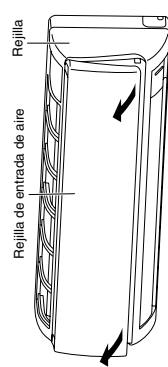

Fig. 3-11
- (1) Sujete ambos extremos de la rejilla de entrada de aire y extráigala abriendo hacia delante y tirando de ella hacia usted. (Fig. 3-11)